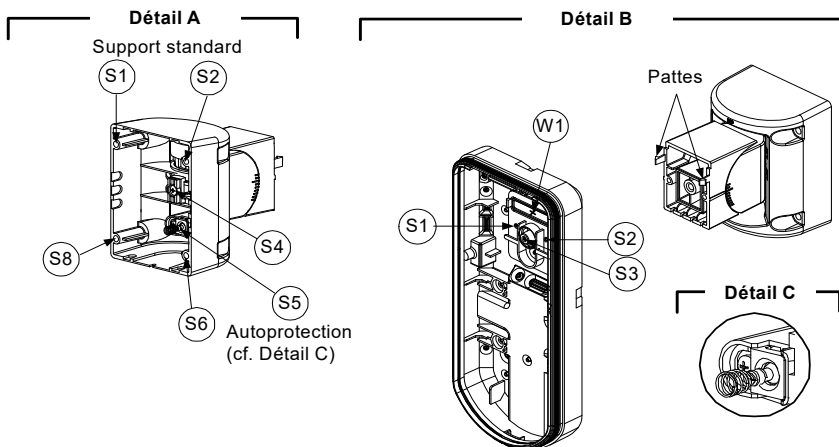

Figure 8
3. Retirez l'autoprotection arrière du socle interne (cf. § "Changement de position de l'autoprotection arrière") et reliez-la au point S5 (Figure 8, Détail A) sur le support standard.
1. Introduisez les fils électriques de l'autoprotection arrière à dans le passage du support prévu à cet effet (Figure8, Détail B).